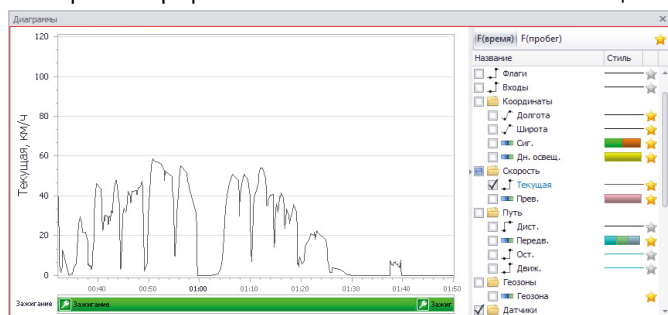
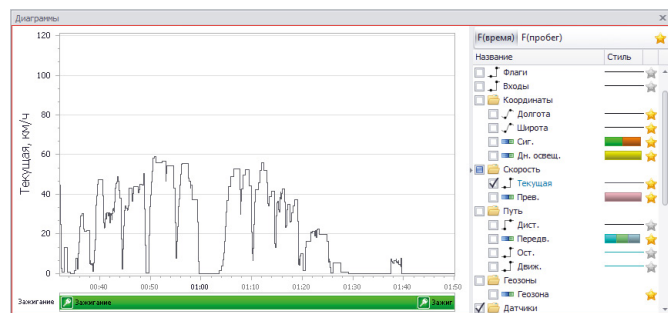

Рис.260. График со включенной опцией «Агрегировать точки».
Рис.261. График с выключенной опцией «Агрегировать точки».
- **Агрегировать точки** – опция разрешает аппроксимировать точки графика при изменении масштаба для получения более гладких графиков. На Рис.260 и Рис.261 приведены примеры построения графиков со включенной и выключенной опцией.